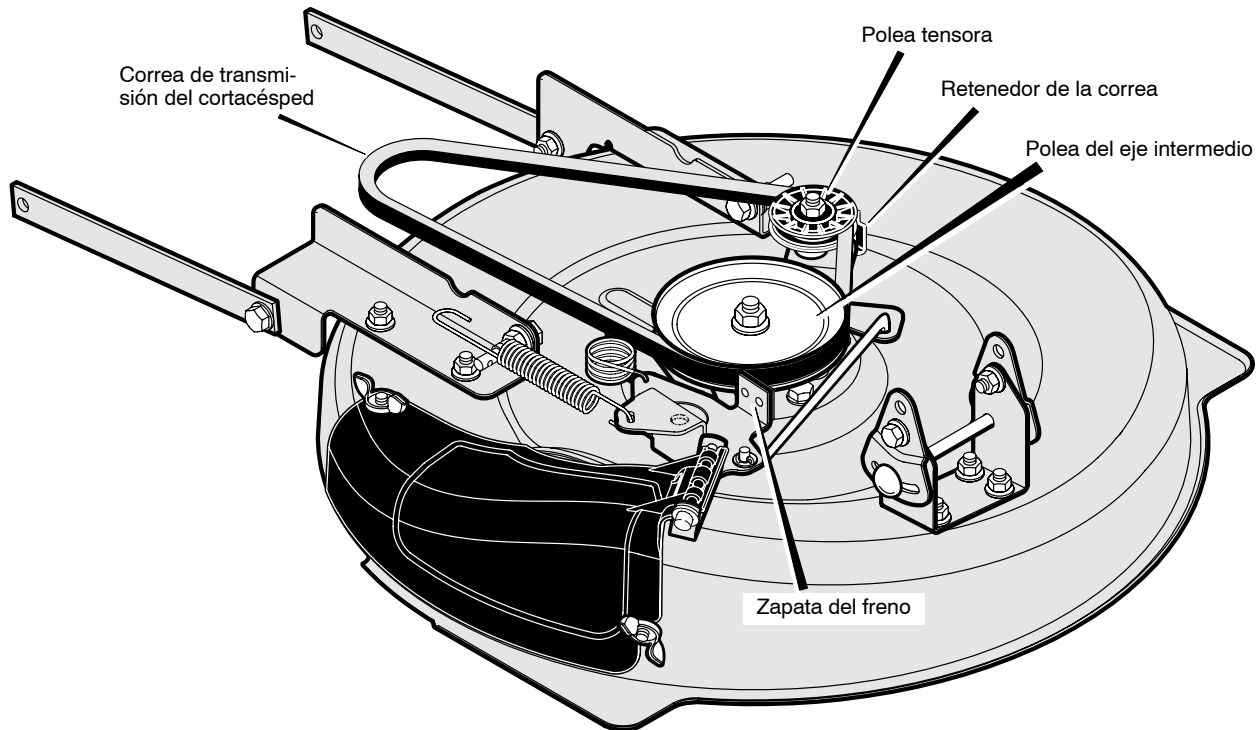

Figura 83
2. Separe el **retenedor de la correa** de la **polea tensora** y saque la **correa de transmisión** (Figura 83).